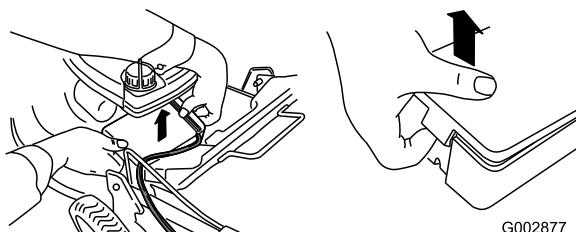

Bild 38
1. Lösen Sie die beiden Clips an der Batteriefachabdeckung und nehmen Sie sie ab (Bild 38).